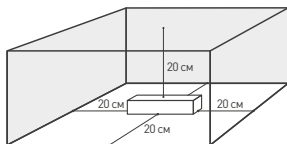
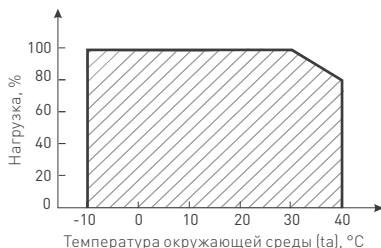

Рис. 1. Свободное пространство вокруг источника
Рис. 2. Максимальная допустимая нагрузка, % от мощности источника
- 4.2. Для естественной вентиляции обеспечьте не менее 20 см свободного пространства вокруг источника питания, как изображено на Рис. 1. При невозможности обеспечить свободное пространство используйте принудительную вентиляцию. В случае установки в ограниченном пространстве (например, лайтбокс или профиль) следует обеспечить необходимый температурный режим источника питания согласно Рис. 2.
- 4.3. Не нагружайте источник питания более 80% от его максимальной мощности. Учитывайте, что с повышением температуры окружающей среды максимальная мощность источника питания снижается, см. график зависимости на Рис. 2.